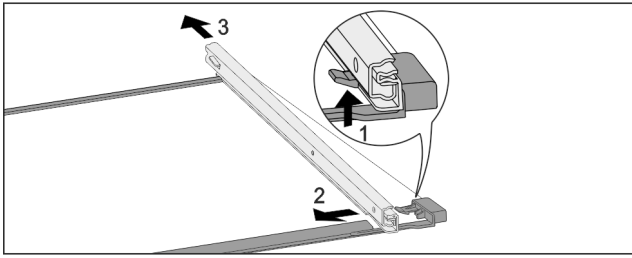

Fig. 164 Стъклена плоча с релси
- ▶ Натиснете нагоре предните фиксиращи палци. Fig. 164 (1)
- ▶ Плъзнете изтеглящата релса настрани Fig. 164 (2) и назад Fig. 164 (3).